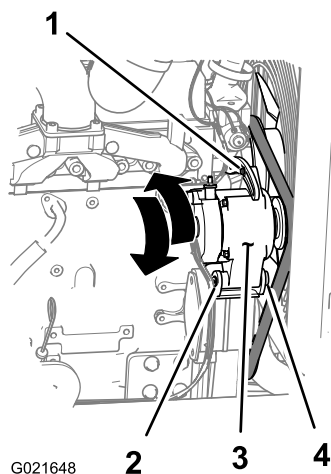

Figure 86
1. Desserrez l'écrou et le boulon au point de pivotement de l'alternateur (Figure 86).
2. Desserrez le boulon de réglage sur l'alternateur (Figure 86).
3. Éloignez l'alternateur du moteur pour accroître la tension de la courroie et rapprochez l'alternateur du moteur pour réduire la tension de la courroie (Figure 86).
4. Resserrez le boulon de réglage de l'alternateur (Figure 86).
6. Si la tension de la courroie est correcte, serrez l'écrou et le boulon au point de pivotement de l'alternateur (Figure 86) ; dans le cas contraire, répétez les opérations 2 à 5.
2. Desserrez l'écrou et le boulon au point de pivotement de l'alternateur (Figure 86).
3. Desserrez le boulon de réglage sur l'alternateur (Figure 86).
4. Rapprochez l'alternateur du moteur pour détendre la courroie afin de pouvoir la retirer de la poulie d'alternateur (Figure 86).